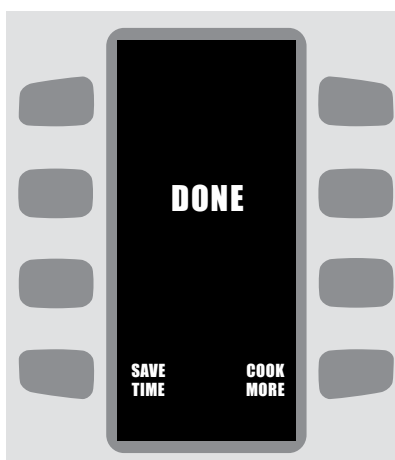

FIGURE 20 : Écran Done (Cuit)
7. Si la fonction DONE (Cuit) est activée, l'utilisateur peut prolonger la cuisson ou enregistrer un autre temps de cuisson (temps de cuisson uniquement modifiable à partir de l'écran ENTER COOK TIME). Voir la figure 20.